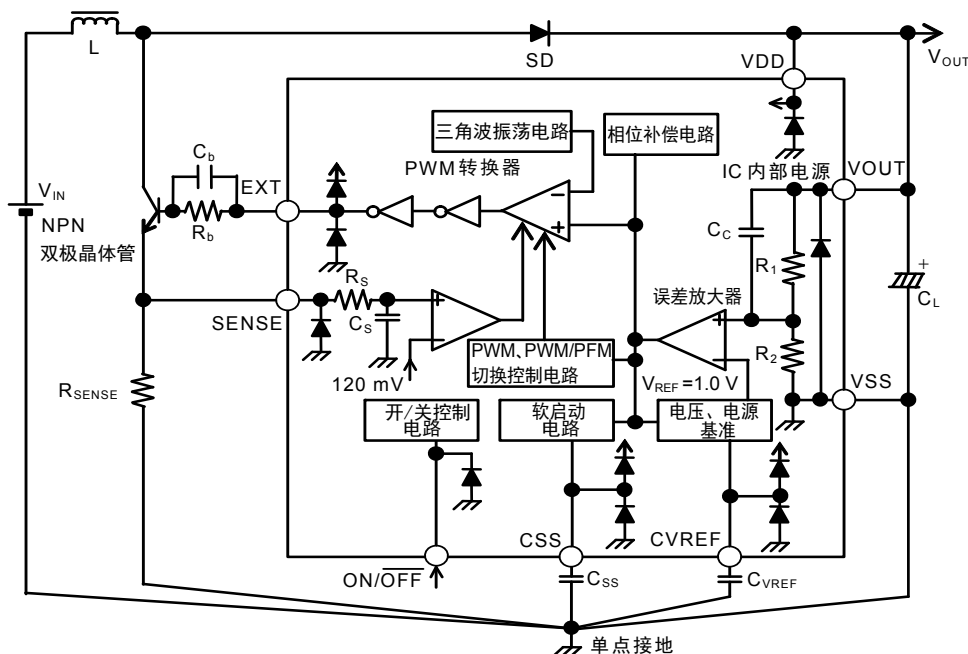
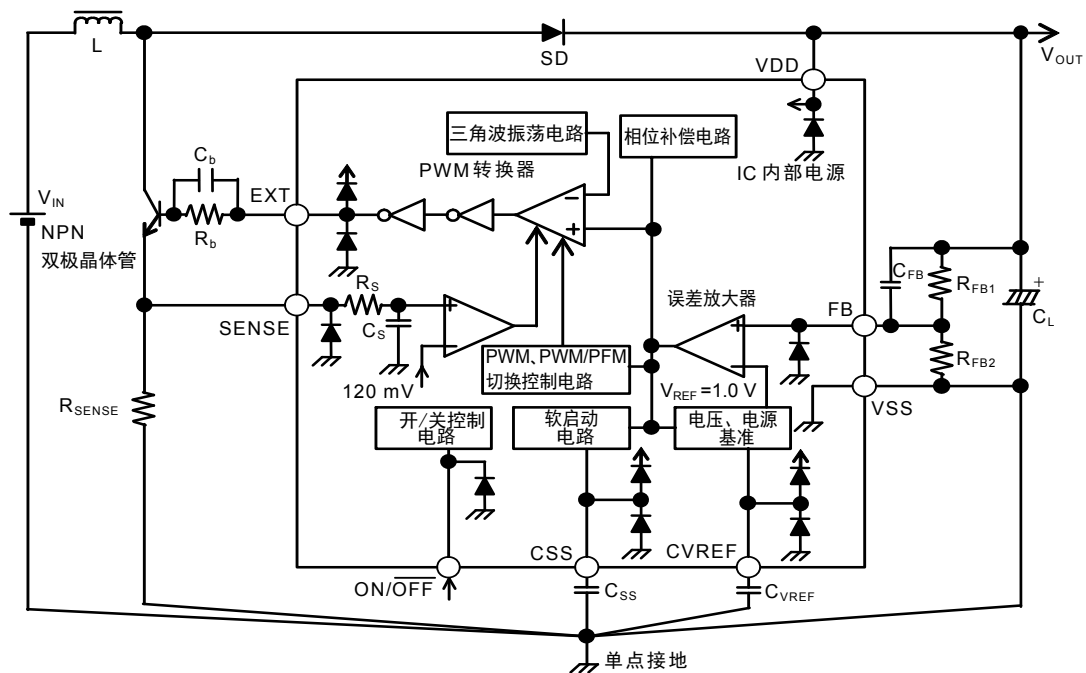

图16 输出电压为固定输出型产品
图17 输出电压为外部设定型产品
作为双极晶体管(NPN)，如「**■ 标准电路(2) 使用双极晶体管**」的图 16、图 17 所示，列举了使用 Sanyo Electric Co., Ltd.生产的 2SD1628G 的电路示例。使用双极晶体管来增大输出电流时的驱动能力，由双极晶体管的 h_{FE} 值和 R_b 值而决定。
此外，如图 16、图 17 所示，与 R_b 电阻并联连接加速电容器(C_b)，会减少开关的功耗而提高效率。